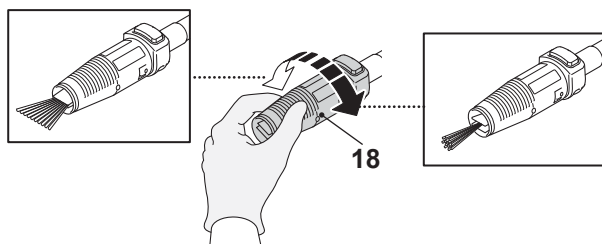

Fig. 9
- > Gire o bico para ajustar o jato de água de acordo com a superfície a ser limpa (Fig. 9).